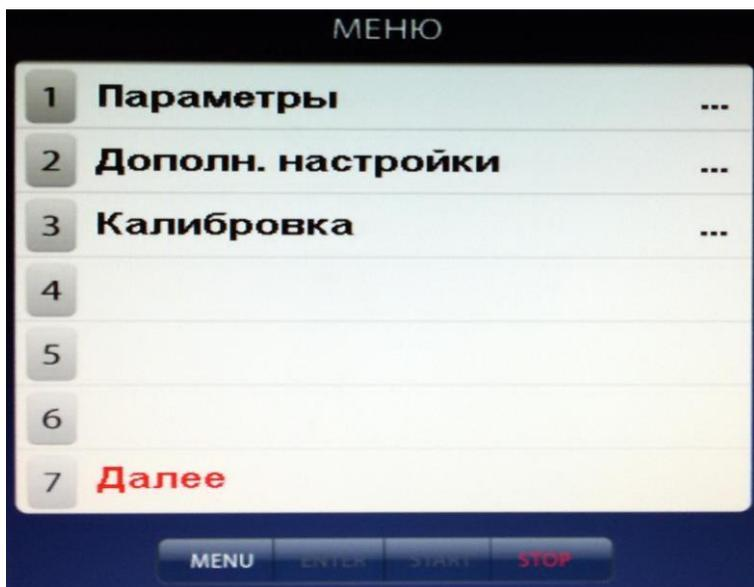
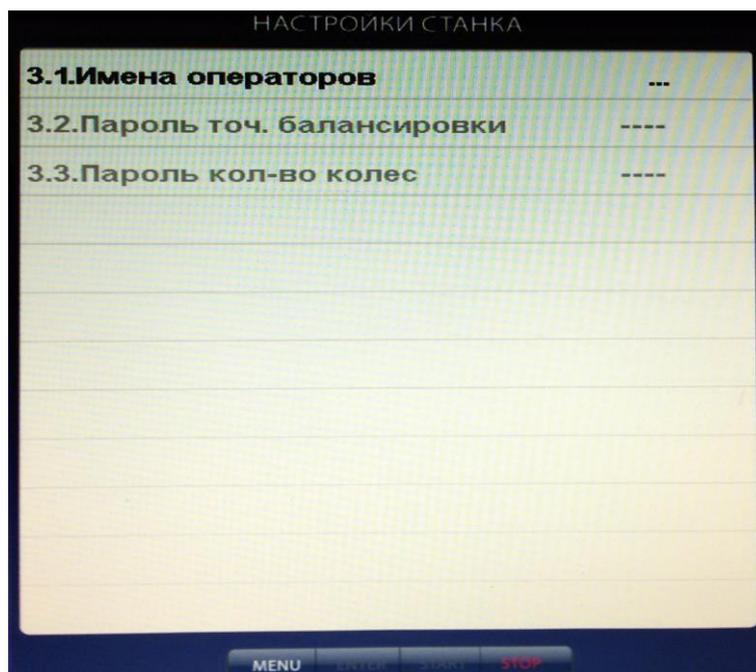
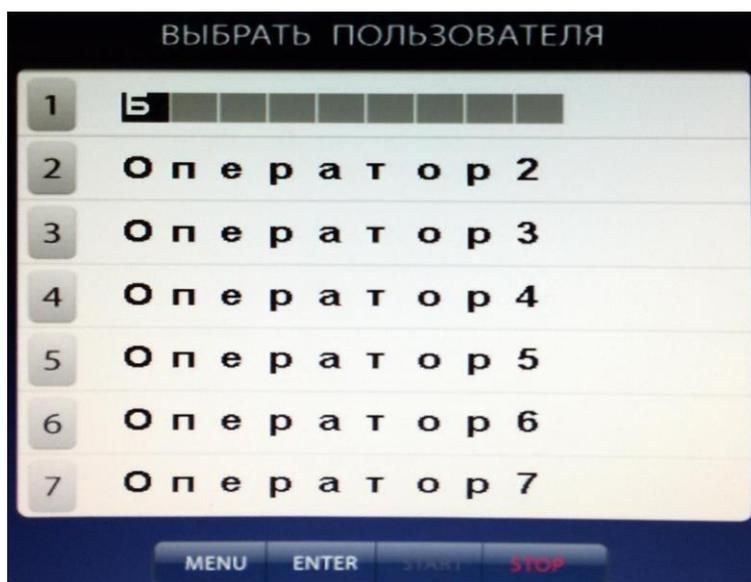

Рис. 17.1.
Рис. 17.2.
Рис. 17.3.
17.2.1. Нажмите кнопку «MENU». На экране появится окно MENU (рис.16.1), нажмите кнопку 7 «Далее», на экране появится окно второй страницы MENU (рис.17.1). Выберите «Дополн. настройки», нажав кнопку 2, на экране откроется окно «Настройки станка» (рис.17.2). Нажмите кнопку 1 «Имена операторов» на экране откроется окно «Выбрать пользователя» со списком операторов, (рис.17.3).
17.3.1. Нажмите кнопку «MENU». На экране появится окно MENU, нажмите кнопку 1 «Выбрать пользователя» на экране появится окно «Выбрать пользователя» со списком задействованных операторов (рис.17.3).